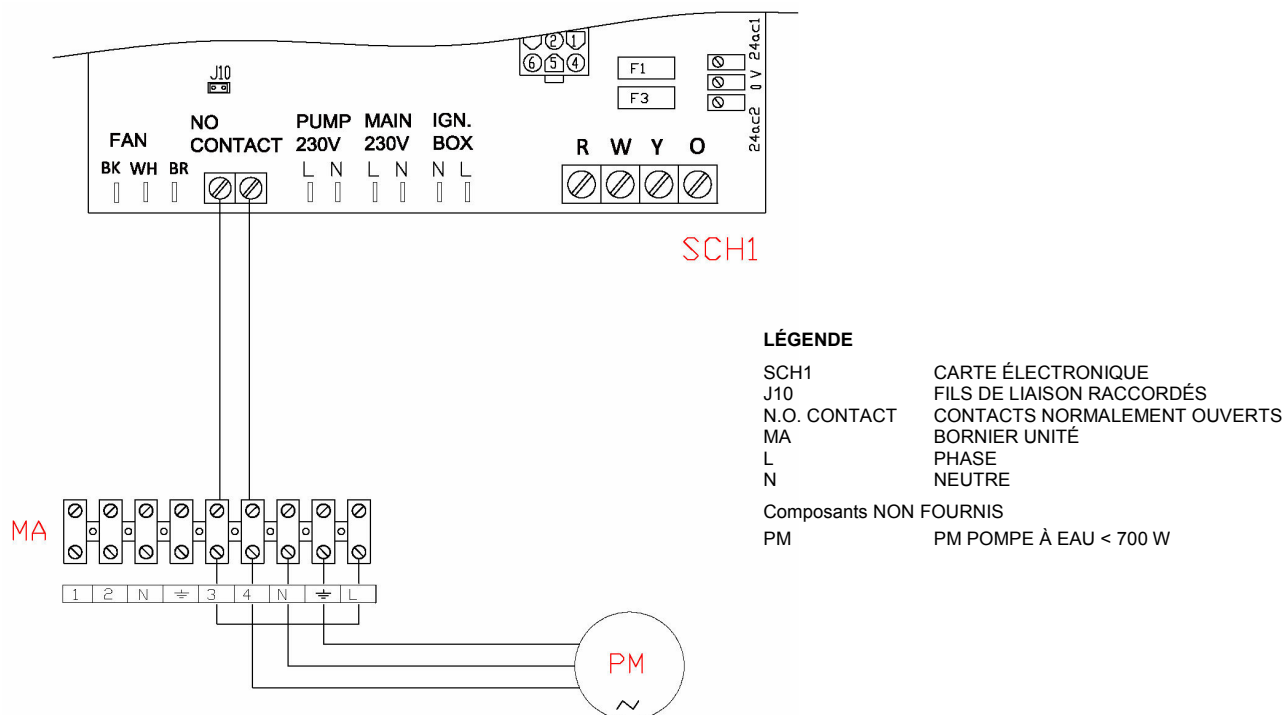
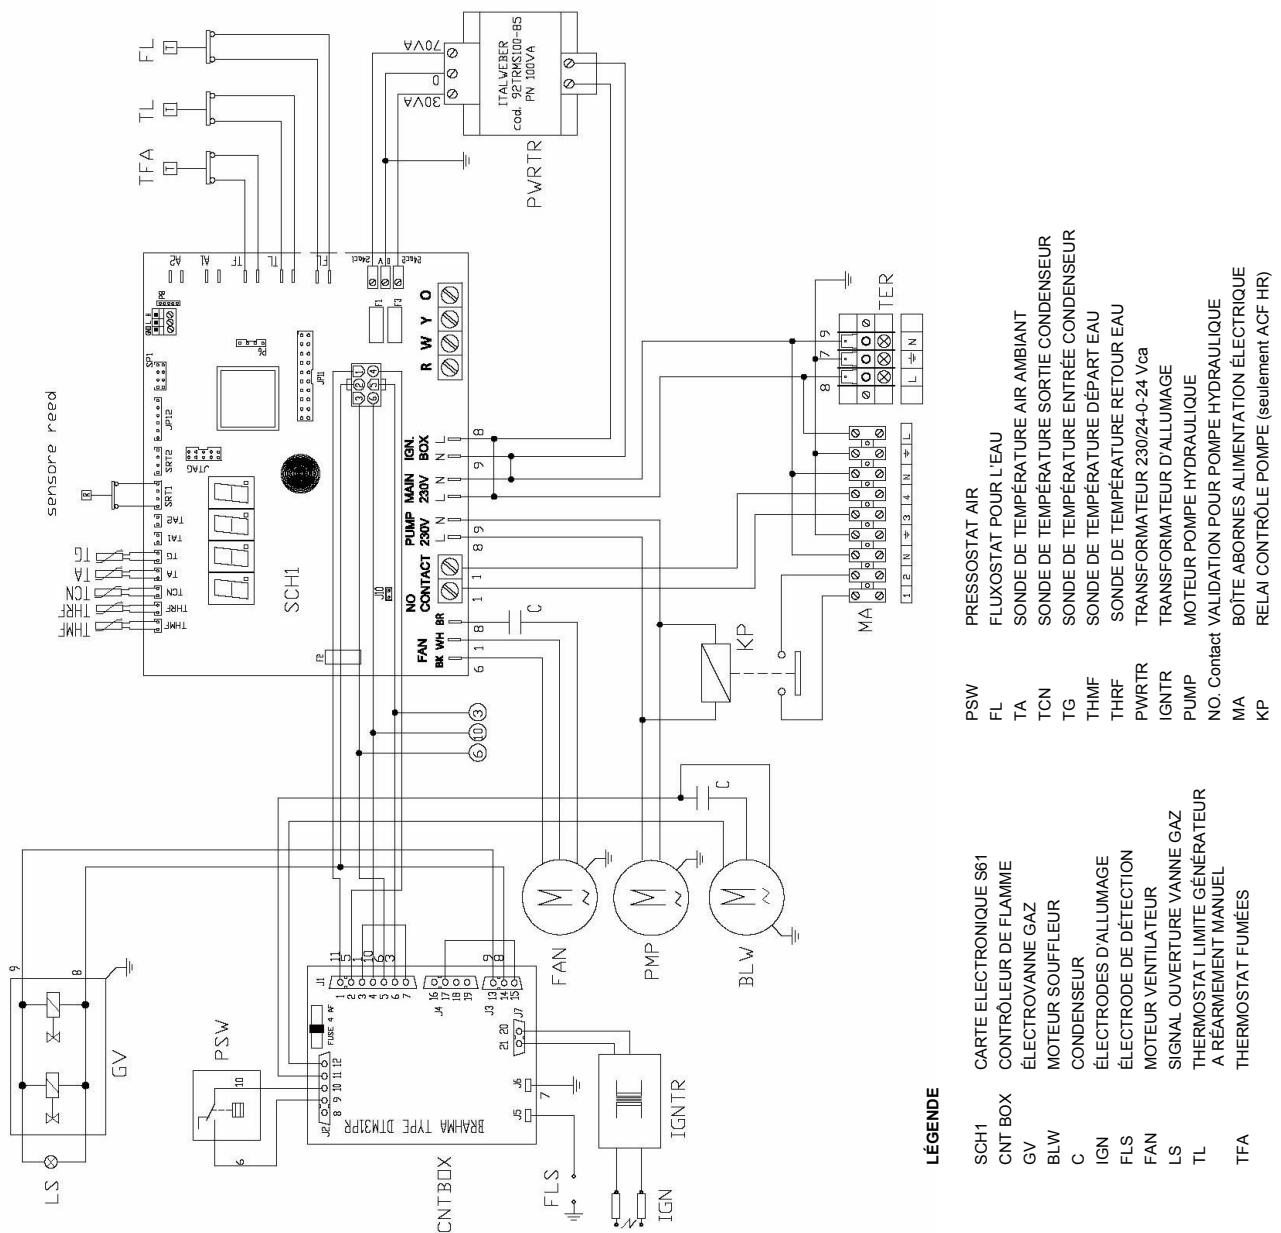

Figure 19 – Câblage de la pompe avec puissance absorbée < 700 W, gérée directement par la carte. Pour la mise en place de la pompe voir Figure 14, page 45
Figure 21 – Câblage interne ACF60-00
- Effectuer le branchement électrique en se référant aux schémas électriques de la Figure 19 et de la Figure 20, page 56 et de la Figure 21 page 57.
Si la puissance absorbée par la pompe est inférieure à 700 W, effectuer le branchement comme indiqué Figure 19, page 56 et s'assurer que le cavalier (J10, en bas à gauche de la carte électronique, au-dessus des contacts « NO contact ») est FERMÉ comme indiqué dans la vue détaillée « Cavalier fermé ».